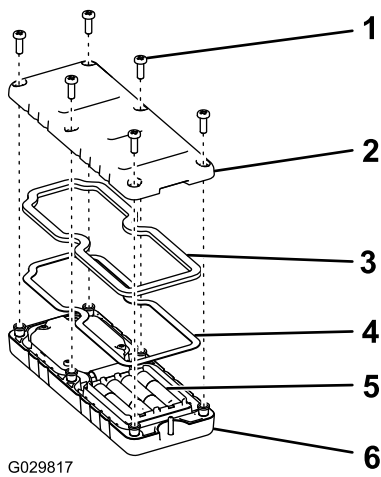

Figure 39
1. Retirez les 6 vis au dos de la télécommande et déposez le couvercle (Figure 39).
5. Remettez le couvercle en place et fixez-le avec les 6 vis retirées précédemment (Figure 39) serrées à un couple de 1,5 à 1,7 N m.